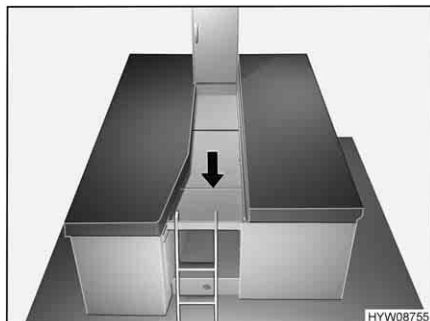

Fig. 66 Preparazione dell'allargamento letto
- Aprire l'allargamento letto e posizionarlo tra i letti singoli, come illustrato nella Fig. 66.